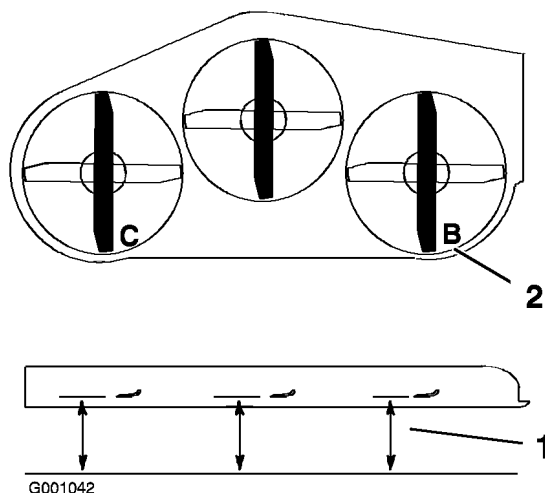

Figure 64
1. Tournez la lame **droite** dans le sens longitudinal (Figure 64).
2. Mesurez la distance au point **B** entre la surface plane et le tranchant de la pointe de la lame droite (Figure 64).
4. Tournez la lame gauche dans le sens longitudinal (Figure 64).
5. Mesurez la distance au point **C** entre la surface plane et le tranchant de la pointe de la lame gauche (Figure 64).